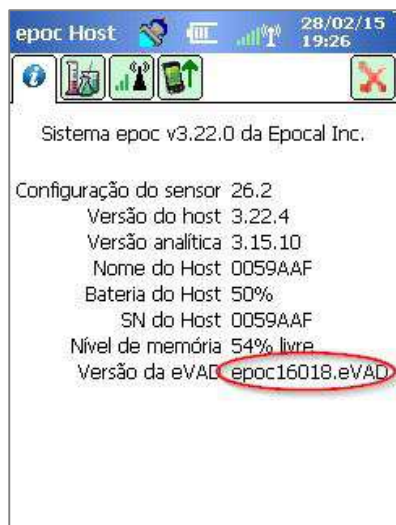
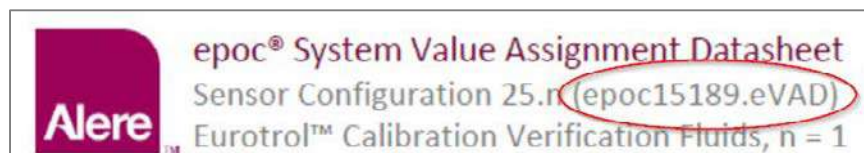

Fig. 24.
Fig. 25.
3. Verifique se o ficheiro eVAD instalado no epoc Host corresponde à folha impressa acedendo a **Ajuda** → **Acerca** para verificar o número de revisão da eVAD (assinalado com um círculo na Fig. 24). Compare este número com o cabeçalho da última VAD impressa (assinalado com um círculo na Fig. 25).